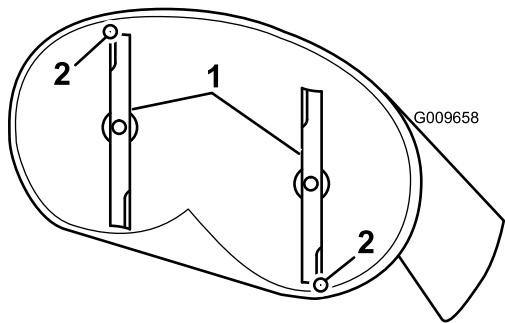

Figura 50
4. Girate con cautela le lame in modo che siano disposte longitudinalmente (Figura 50).
5. Misurate il valore dalla punta della lama anteriore e dalla punta della lama posteriore alla superficie piana (Figura 50). Se la punta della lama anteriore non è inferiore alla punta della lama posteriore di 1,6–7,9 mm, regolate il dado di bloccaggio anteriore.
più bassa di 1,6–7,9 mm rispetto a quella posteriore (Figura 50).